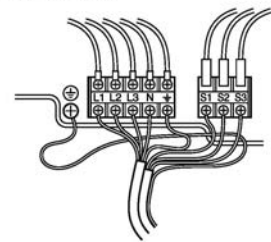

Abb. 20:
- 2) Die Kabel gem. der Abb. 19 und der Abb. 20 verdrahten.
Legende zu Abb. 20: